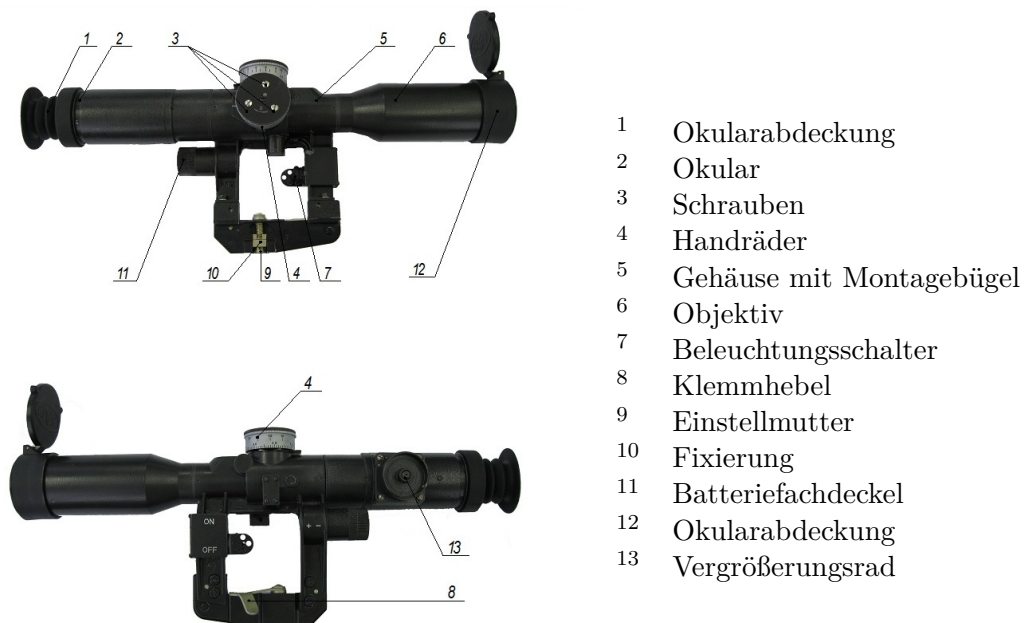
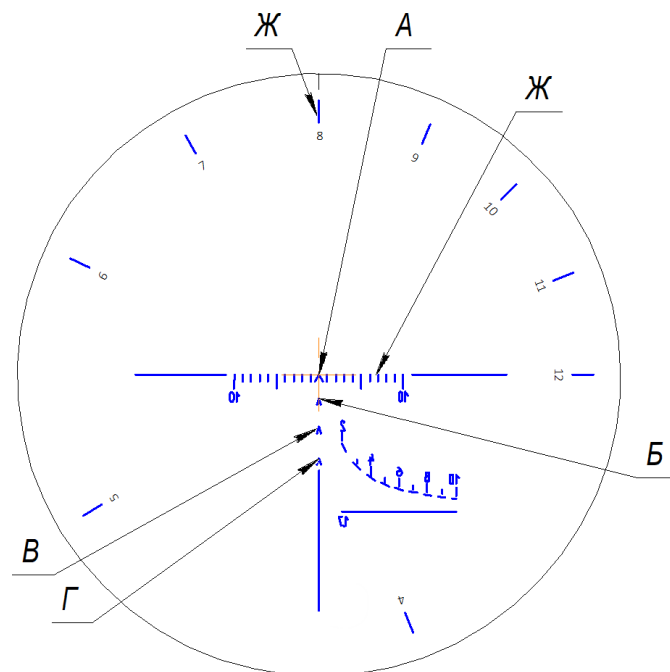

Abbildung 1: Aufbau des POSP 4-12x42S
Abbildung 5: Schematische Darstellung des Absehn
Die Augenmuschel (1) (Abb. 1) dient dazu, das Eindringen von Streulicht aus fremden Quellen in das Auge des Schützen zu verhindern und das Auge während des Schusses in einem sicheren und bequemen Abstand relativ zum Okular zu positionieren.
- Schrauben Sie den Deckel des Batteriefachs (11) ab (Abbildung 1).
- Schrauben Sie den Deckel des Batteriefachs (11) fest zu.
Öffnen Sie den Klemmhebel (8), um das optische Visier auf der Führungsschiene von der Seite des Waffenschaftes her schiebend auf Anschlag zu bringen. Anschließend den Klemmhebel (8) (Abb. 1) zur Fixierung des Visiers wieder umlegen.
Die Konstruktion des Montagebügels ermöglicht eine Vorauswahl der Spannkraft mit Hilfe der Einstellmutter (9) (Abb. 1). Zu diesem Zweck ist es notwendig, die folgenden Operationen durchzuführen:
- Drücken der Fixiervorrichtung (10) (Abb. 1) und lösen der Einstellmutter (9) (Abb. 1);
- Einstellmutter (9) (Abb. 1) drehen, um die erforderliche Spannkraft zu erreichen
- Stellschraube (10) (Abb. 1) in die Ausgangsposition zurückdrehen.
- Ausrichtung des Absehen mit Hilfe der Handräder (4) durchführen (Abb. 1);
- Schrauben (3) (Abb. 1) an den Muttern der Türme (4) (Abb. 1) mit dem Schraubenschlüssel (2) (Abb. 3) lösen;
Das Visier bietet die Möglichkeit des gezielten Schießens bei ungenügender Beleuchtung des Absehens. Die Beleuchtung des Absehens kann mit dem Beleuchtungsschalter (7) eingeschaltet werden (Abb. 1).
Das Visier hat das in Abb. 5 gezeigte Fadenkreuz. Um auf das Ziel zu zielen, ist es notwendig, die Spitze der oberen Zielmarke am Zielbild auszurichten.
Wenn die Länge (Höhe) des Objekts bekannt ist und seine Konturen deutlich sichtbar sind, kann die Entfernung zu einem Objekt mit Hilfe eines Entfernungsmesserabsehens bestimmt werden (Abb. 5).
Mit dem Einstellrad (13) (Abb. 1) wird die Vergrößerung auf der E-Skala (Abb. 5) eingestellt, während die Zahl, die sich oben auf der vertikalen Achse des Sichtfeldes befindet, dem tatsächlichen Vergrößerungswert entspricht. Zum Beispiel: Abb. 5 zeigt die Position der E-Skala, die einer 8-fachen Vergrößerung entspricht.